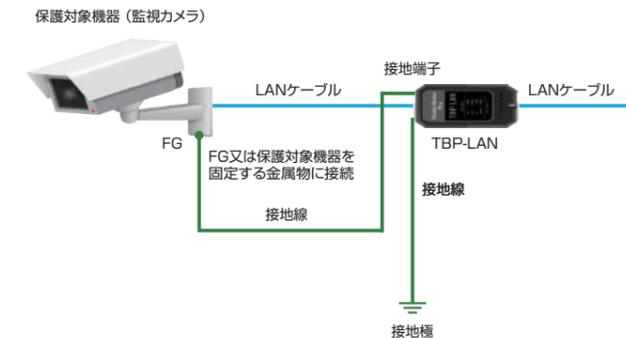
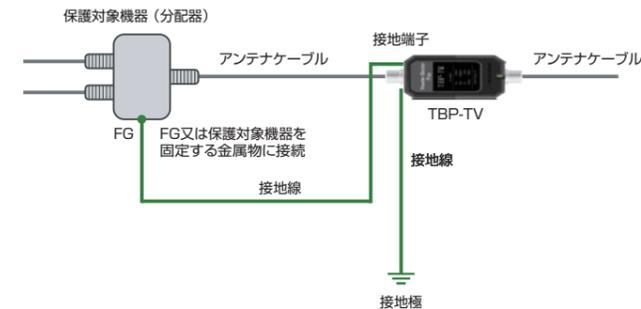
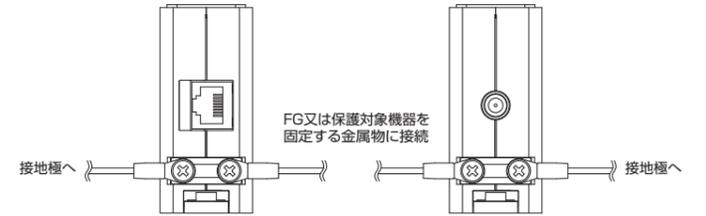

図7 PoE機器を保護する場合の使用例
図11 TVアンテナケーブルのみの機器を保護する場合の使用例
図13 接地線の接続例
(2) PoE (パワーオーバーイーサネット) 機器の雷保護
図7のようにLANケーブルをLAN用SPD接続し、LAN用SPDから保護対象機器 (図では監視カメラ) 間をLANケーブル (UTP又はSTP) で接続します (この間のLANケーブルは付属しません。市販のLANケーブルをご使用ください)。LAN用SPDの接地端子を、2mm2の接地線にて、接地極 (D種接地) または保護対象機器を固定する金属物に接続します。保護対象機器に接地端子 (FG) がある場合、LAN用SPDの接地端子と保護対象機器の接地端子とを接地線にて接続してください。保護対象機器に接地端子 (FG) はないが、STPケーブル対応 (シールド付きRJ45コネクタを有する) 機器の場合、LAN用SPDと保護対象機器とを接続するLANケーブルをSTPとすることで、接地線にて接続した場合と同等の効果があります。
図11のようにアンテナケーブルをTV用SPD接続し、TV用SPDから保護対象機器 (図では分配器等) 間をアンテナケーブルで接続します (この間のケーブルは付属しません。市販のケーブルをご使用ください)。TV用SPDの接地端子を、2mm2の接地線にて、接地極 (D種接地) または保護対象機器を固定する金属物に接続します。保護対象機器に、接地端子がある場合、TV用SPDの接地端子と連結してください。
・図7および図11に示す使用例や、異なる形状のSPDと接地を連結する場合など、本製品に接地線を接続する場合、M4の圧着端子を使用して、本製品の接地端子に接続してください (図13参照)。接地線が5.5mm2の場合は、幅9.0mm以下の圧着端子 (スリムタイプ) を使用してください。